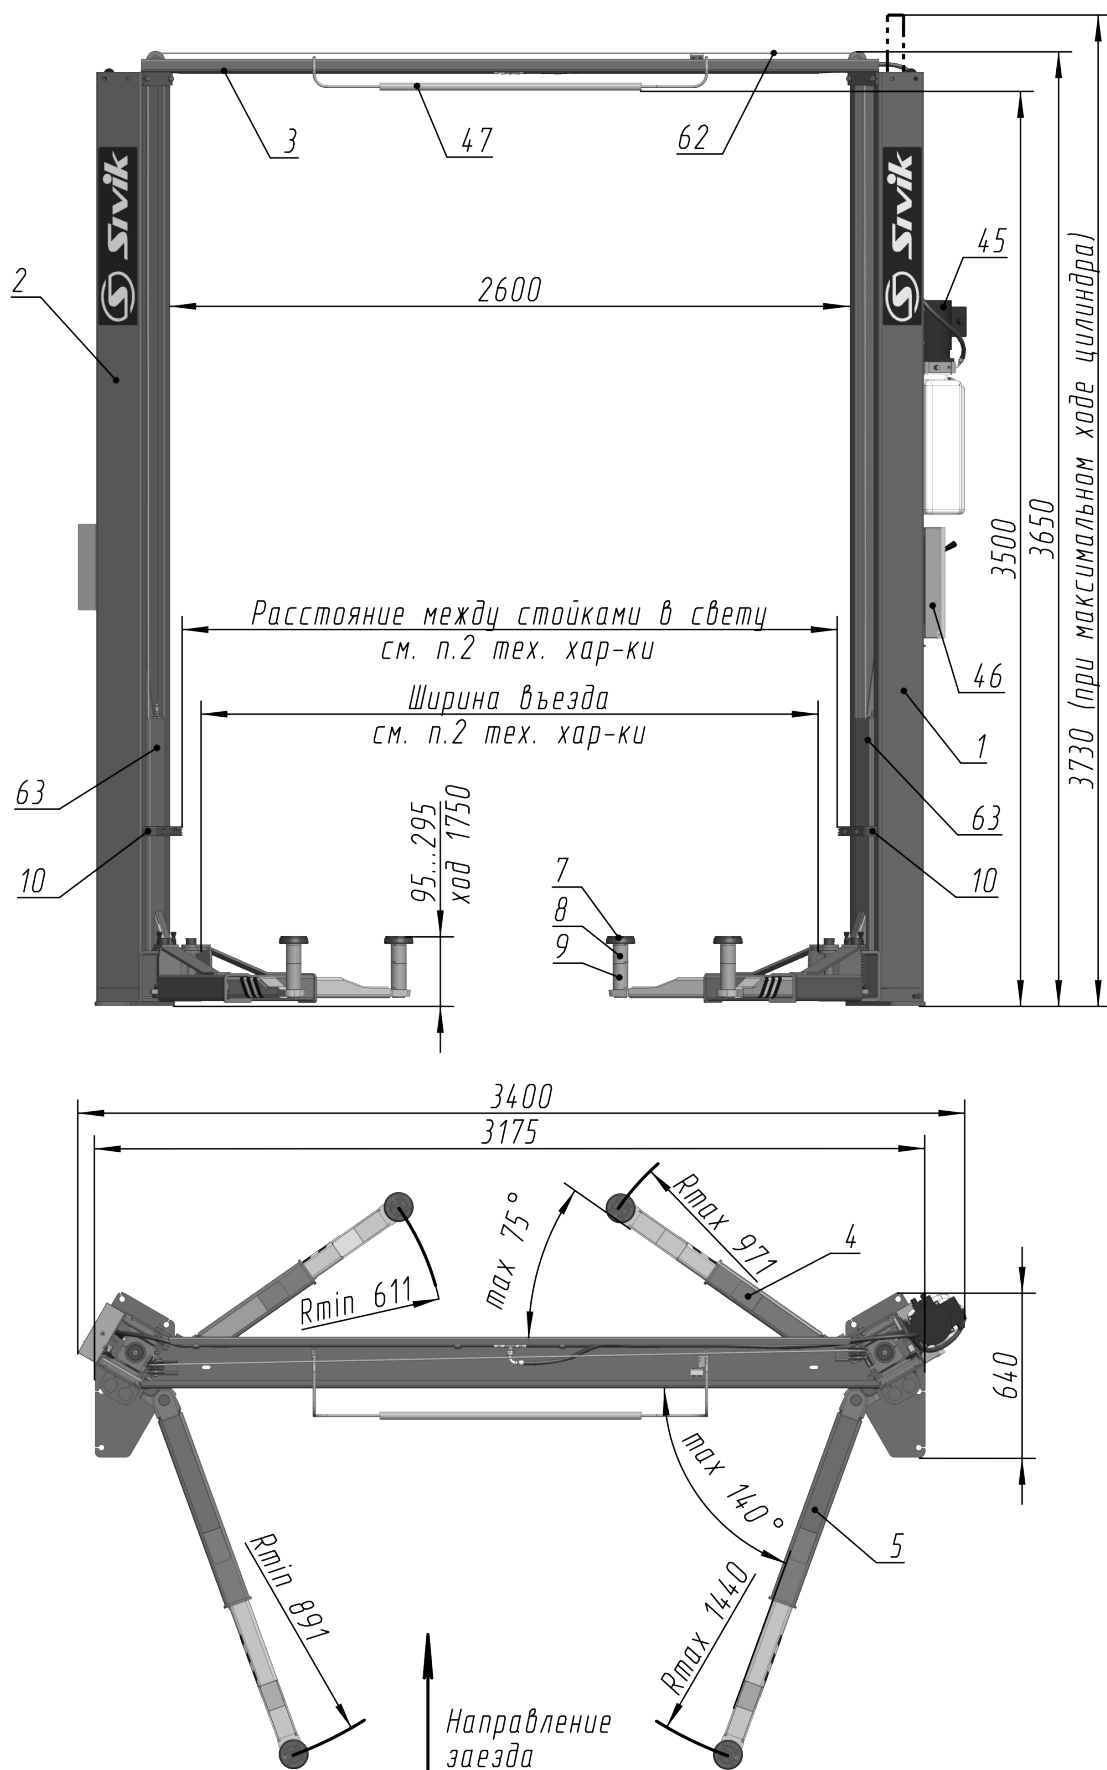
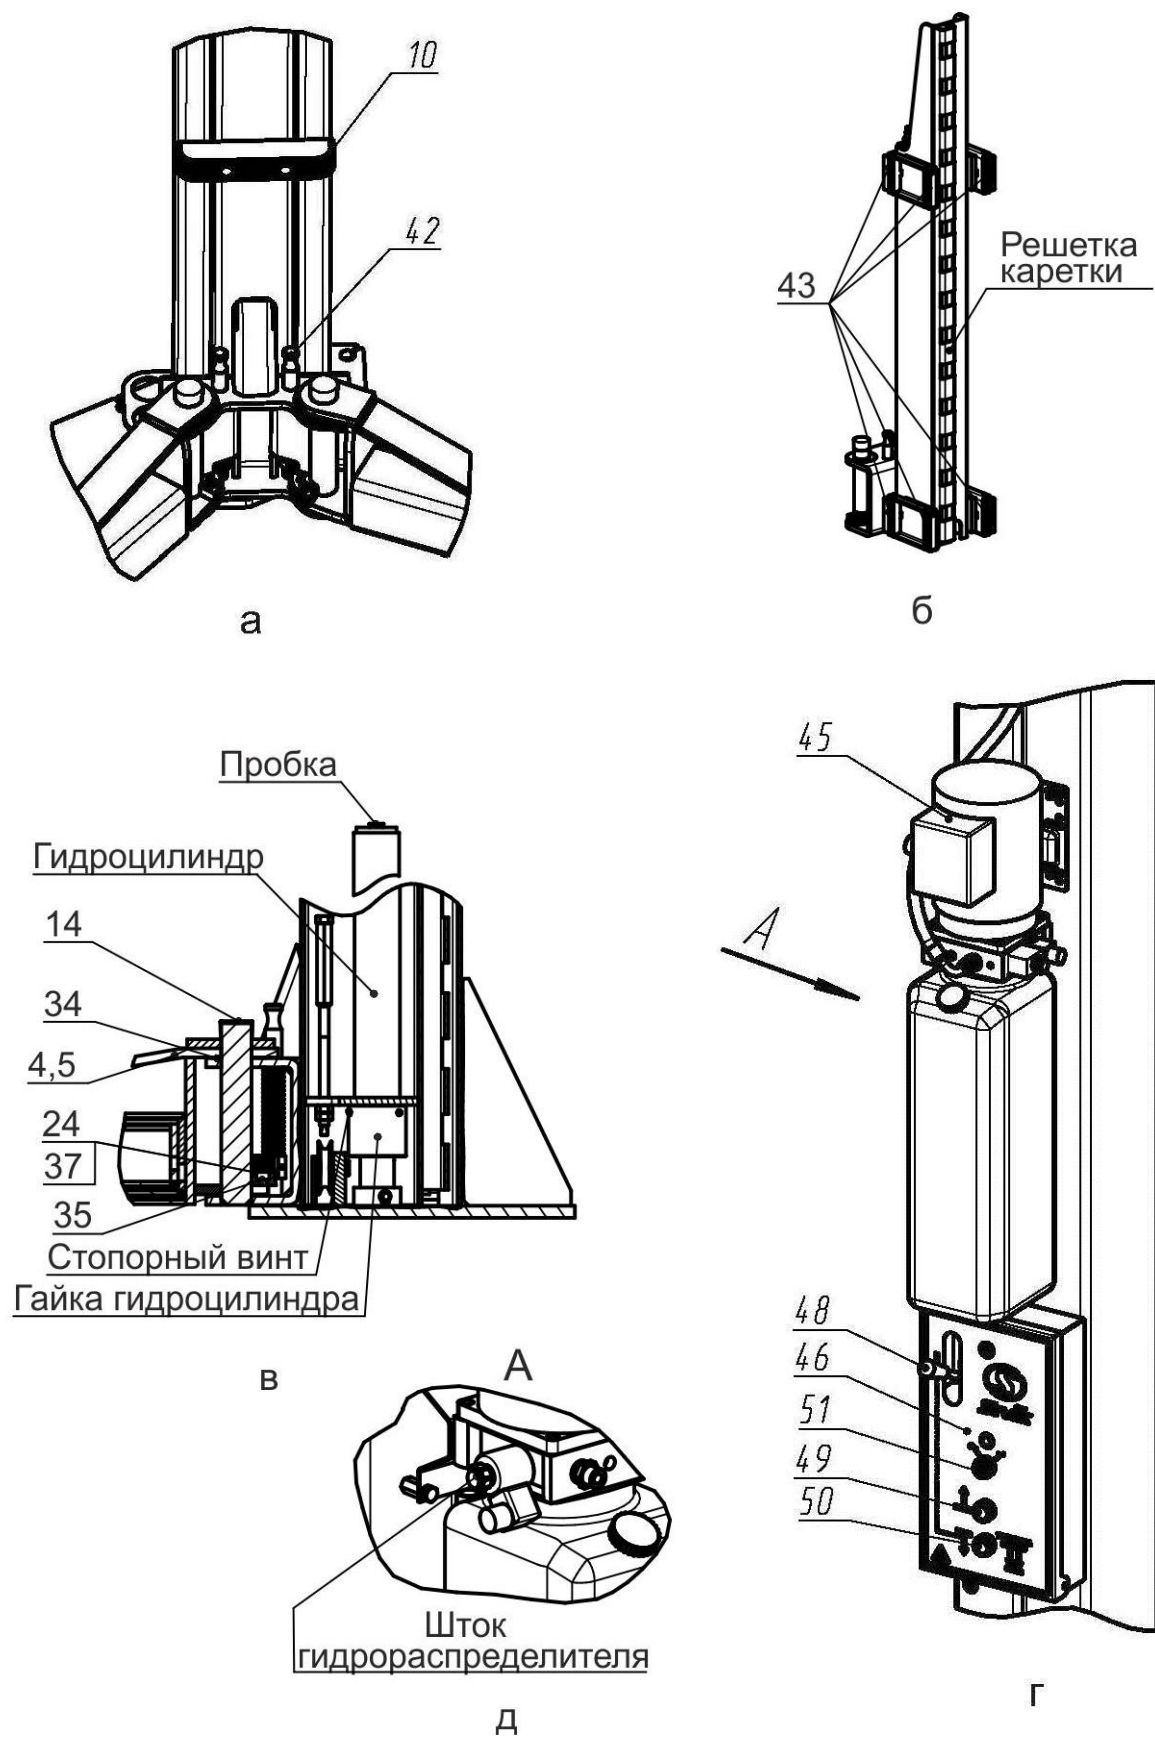

Рисунок 3.1 - Общий вид подъемника
Рисунок 4.1 – Виды подъемника
Подъемник (рисунок 3.1) состоит из двух стоек коробчатого сечения - правой 1 и левой 2, соединенных между собой перекладиной 3. В стойках размещены каретки 63 с закрепленными на них поворотными телескопическими подхватами 4 и 5 разной длины. На концах подхватов 4, 5 установлены опоры 7, подставки опоры 8, 9. Подхваты фиксируются стопорными устройствами 42 (рисунок 4.1 а), автоматически срабатывающими при подъеме автомобиля. При опускании кареток 63 в крайнее нижнее положение происходит автоматическое расстопорение подхватов 4 и 5. Каретки 63 приводятся в движение гидравлическими цилиндрами, установленными внутри стоек. Подъемник снабжен системой 62 тросовой синхронизации движения кареток 63.
Каждая каретка 63 (рисунок 4.1 б) снабжена полиамидными ползунами 43, скользящими по беговым дорожкам стоек 1 и 2. Каретки фиксируются на требуемой высоте стопорами-защелками 44 (рисунок 3.1), закрепленными на стойках 1,2 и входящими в зацепление с решетками на каретках 63.
На правой стойке (рисунок 4.1 г) размещена насосная станция 45 с пультом управления 46. Внутри насосной станции 45 находится клапан предохранительный, предотвращающий перегрузку в гидросистеме. Клапан предохранительный настроен на заданное давление и опломбирован.
- касании автомобилем ограничительной дуги 47 перекладины 3 (рисунок 3.1);
Для предотвращения повреждения дверей автомобиля (при открывании) на каретки 63 установлены накладки 10, фиксируемые винтами М8х30, шайбами 8Г и шайбами 8 (рисунок 3.1 и рисунок 4.1 а).
Управление подъемником осуществляется рычагом 48 (рисунок 4.1 г) и двумя кнопками 49 и 50, установленными в пульте управления 46. Рычагом 48 осуществляется расстопорения кареток 63, а кнопками 49 и 50, подъем (кнопка 49) и опускание (кнопка 50) кареток 63.
**ВНИМАНИЕ!** Перед сборкой проверить затяжку гаек гидроцилиндров и стопорных винтов (рисунок 4.1в).
Для того чтобы проверить срабатывание упругой тяги 55, необходимо одному человеку прижать рукой защелку 44 к стойке 2, а другому повернуть рычаг 48 (рисунок 4.1 г) на себя. Упругая тяга 55 должна вытянуться на полный ход штока 30.
При повороте рычага 48 (рисунок 4.1 г) защелки на левой и правой стойки должны срабатывать одновременно. При отпуске рычага 48, защелки на левой и правой стойке должны вернуться в исходное положение. Регулировка проводится выборкой слабины тросика 52 и обжатием петли от вытягивания зажимом 13.
6.9 Открутить пробку бака насосной станции 45 и залить масло (около 12 л) до верхней метки «МАХ» (рисунок 4.1г). Уровень масла контролировать визуально. Установить пробку бака на место.
- кратковременным нажатием на кнопку 49 (двигатель должен работать, вращение крыльчатки по стрелке на кожухе эл. двигателя, а из бака должно убывать масло, рисунок 4.1г).
- отвернуть пробки у каждого гидроцилиндра на один оборот (рисунок 4.1в)
6.13 Подхваты 4 и 5 установить согласно маркировки, предварительно одев шайбу 34 на ось каретки, как представлена на рисунке 4.1а и зафиксировать секторами 40 к подхватам 4 (рисунок 4.1в). Сектора фиксировать винтами 24 и шайбами 37. Допускается разно-высотность подхватов до 10 мм. Убедитесь, что подхваты фиксируются стопорными устройствами 42.